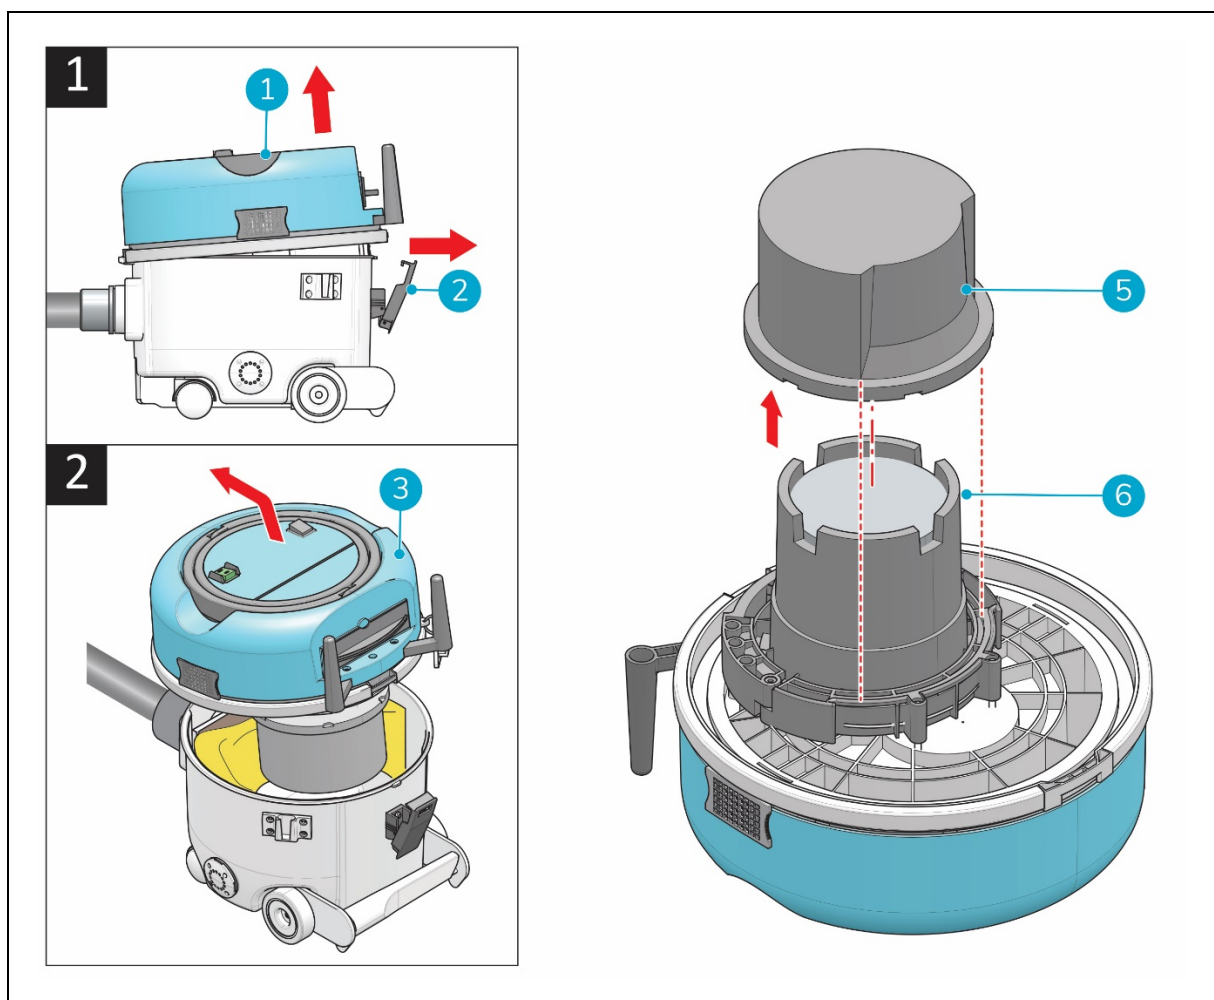

Abbildung 23
1. Lösen Sie die Riegel (Abb. 23, Pos. 2).
2. Heben Sie den Deckel (Abb. 23, Pos. 1) aus dem grauen Kragen an der Seite des Riegels.
3. Klappen Sie den Deckel in Richtung Schlauchanschluss und heben Sie ihn ab (Abb. 23, Pos. 3).
5. Heben Sie den alten Motorfilter ab (Abb. 23, Pos. 5).
6. Setzen Sie den neuen Motorfilter ein. Richten Sie die Aussparung am Filter an der Aussparung auf dem Motor aus (Abb. 23, Pos. 6).
1. Lösen Sie den Riegel (Abb. 23, Pos. 2).
5. Heben Sie den Motorfilter ab (Abb. 23, Pos. 5).
8. Setzen Sie den Motorfilter wieder ein. Richten Sie die Ausschnitte am Filter an den Ausschnitten im Deckel des i-vac® 6 aus (siehe Abb. 23).